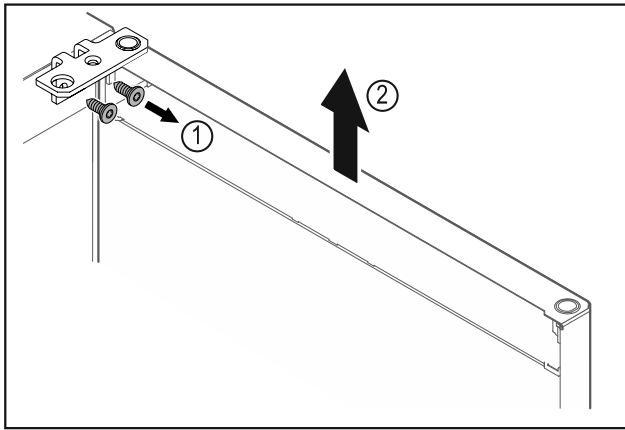

Fig. 9
- Scharnierwinkel Fig. 9 (1) abschrauben.
- Tür inklusive Scharnierwinkel Fig. 9 (2) circa 200 mm gerade nach oben heben und abnehmen.